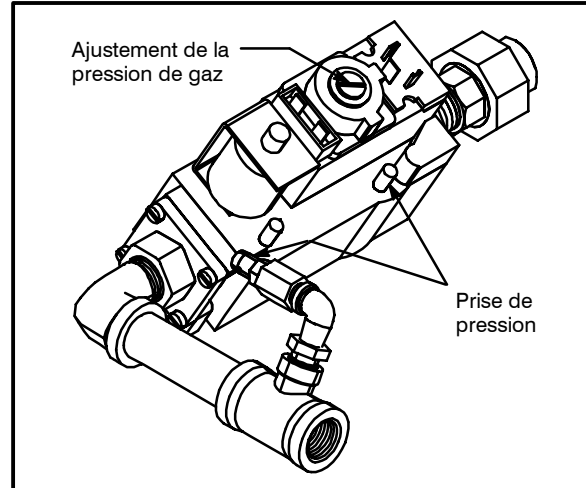

Figure 20
7. Ajuster la pression du gaz si nécessaire. Voir la Figure 20.